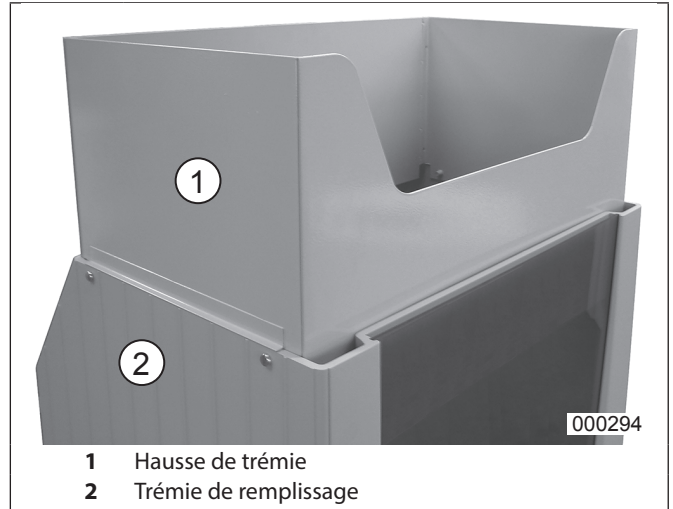

fig. 1 Montage de la hausse de trémie
2. Monter la hausse de trémie (fig. 1/1) (voir la description ci-après).
Retirer la hausse de trémie (fig. 1/1) hors de l'armoire inférieure, la poser comme indiqué sur la trémie de remplissage (fig. 1/2) et la fixer sur celle-ci à l'aide des quatre vis comprises dans la livraison.
Pour des raisons de sécurité d'accès, utiliser la machine uniquement lorsque la hausse de trémie est montée sur la trémie de remplissage (fig. 1).